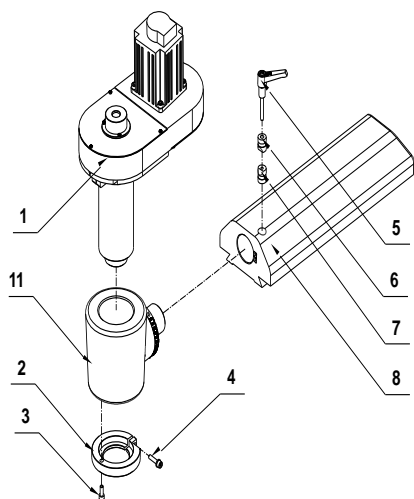

Рис.5
Вертикальное фрезерование (Рис.5)
смонтированными на ней предварительно дисковой фрезой и дистанционными втулками. Придерживайте оправку рукой от провисания. Вставьте в ласточкин хвост консоли (8) серьгу (10) и оденьте на свободный конец оправки (9). Зафиксируйте серьгу (10) на консоли. Для удобства работы можно демонтировать держатель фрезерной головы (11, Рис.5)